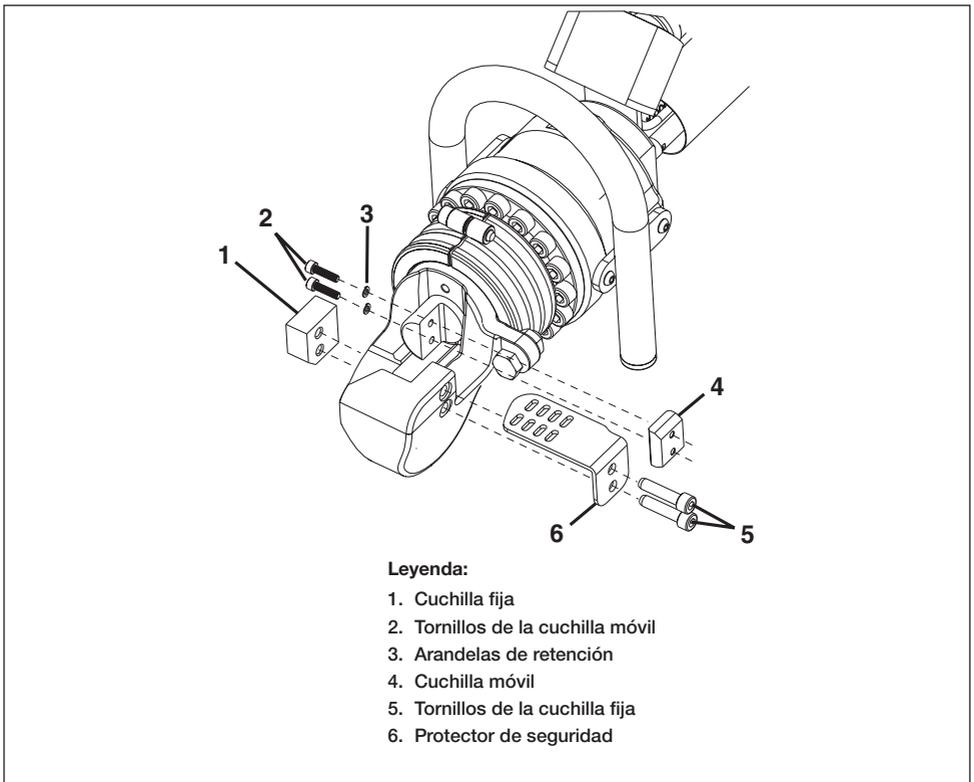

Figura 11, Sustitución de cuchillas
Sustituya la cuchilla fija tal y como se describe en los siguientes pasos. Consulte la Figura 11, piezas 1 y 2.
1. Encienda la bomba. Mueva el pistón a la posición inicial (totalmente retraído). Véase Figura 11.
5. Quite los dos tornillos de la cuchilla fija (Figura 11, pieza 5) y el protector de seguridad (Figura 11, pieza 6).
6. Retire la cuchilla fija desgastada (Figura 11, pieza 1) y sustitúyala por la nueva cuchilla fija.
- Monte dos NUEVOS tornillos en la cuchilla fija (Figura 11, pieza 5) y el protector de seguridad. Los nuevos tornillos de la cuchilla fija están incluidos en la nueva cuchilla. Apriete hasta un torque de 18 ft-lb [25 Nm]. También aplique Loctite 243 o un producto equivalente.
- Encienda la bomba. Extienda el pistón justo lo suficiente para permitir el acceso a los tornillos de la cuchilla móvil. Véase Figura 11.
- Afloje y quite los dos tornillos de cuchilla móvil (Figura 11, pieza 2) y las arandelas de retención (Figura 11, pieza 3) desde el lado del cortabarras.
- Retire la cuchilla móvil desgastada (Figura 11, pieza 4).
- Inserte la nueva cuchilla móvil (Figura 11, pieza 4).
- Monte y apriete los tornillos de la cuchilla móvil (Figura 11, pieza 2) a 53 pulg-lb [6 Nm]. Aplique Loctite 243 o un producto equivalente.